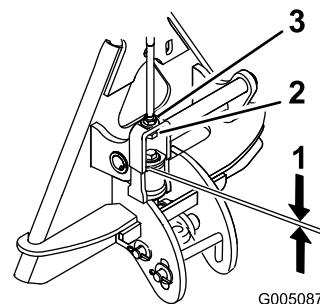

Figura 10
1. Con la rete livellatrice montata e fissata sul trattorino, misurate la distanza tra la rondella superiore e il distanziale nel gruppo di connessione sull'adattatore accessorio, come illustrato nella Figura 10.
La distanza tra la rondella e la spalla deve essere compresa tra 1,5 mm e 2,0 mm; fate riferimento a Figura 10.
2. Se la luce non è esatta, allentate il controdado e serrate o allentate il dado di regolazione sull'attacco quanto basta per modificarla (Figura 10).